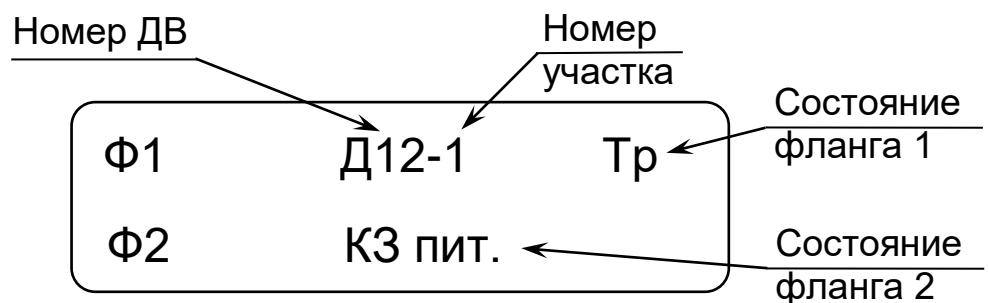

Рисунок 24 – Окно индикации состояния извещателей ВИБРОН, СЕЧЕНЬ
2.13.4 **Индикация напряжения питания** производится после перевода ПК в режим индикации одновременно с индикацией обозначения подключенного извещателя. Если напряжение питания 10,2 В и выше, после индикации в течение пяти секунд значения напряжения питания в вольтах ПК переходит в режим отображения остальных параметров (см. рисунок 24). Если напряжение питания ниже 10,2 В (пониженное) ПК
*Индикация состояния извещателя* осуществляется в виде текстового сообщения отдельно по каждому флангу (см. рисунок 24). Имеет шесть вариантов состояния: «Тр» - тревога, «!!» - помеха, «Ав» - неисправность ДВ, «Об» - обрыв линии «Пит» или «Лин» ДВ, «КЗ пит.» - замыкание линии «Пит» ДВ, «КЗ лин.» - замыкание линии «Лин» ДВ, отсутствие сообщения - норма. Одновременно с индикацией «Тр», «Ав», «!!» индицируется номер сработавшего ДВ и номер участка к которому относится данный ДВ. При включенном зуммере ПК одновременно с индикацией «Тр», «Ав», «Об», «КЗ лин.», «КЗ пит.» звучит звуковой сигнал.